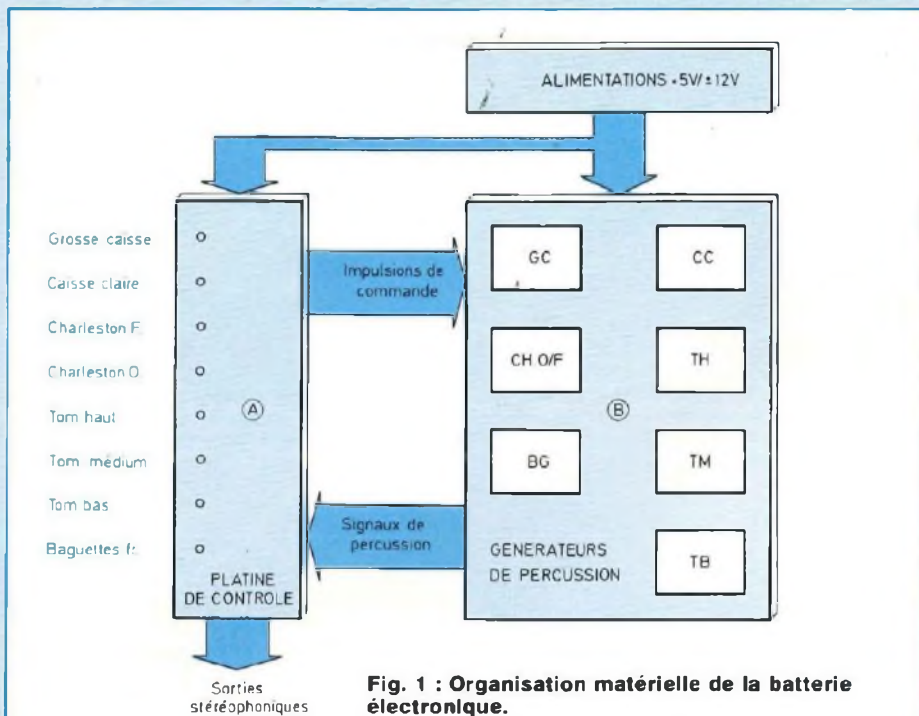

Fig. 1 : Organisation matérielle de la batterie électronique.
L'organisation matérielle de la batterie électronique est indiquée en figure 1 : une platine (A) réunit les pousoirs de